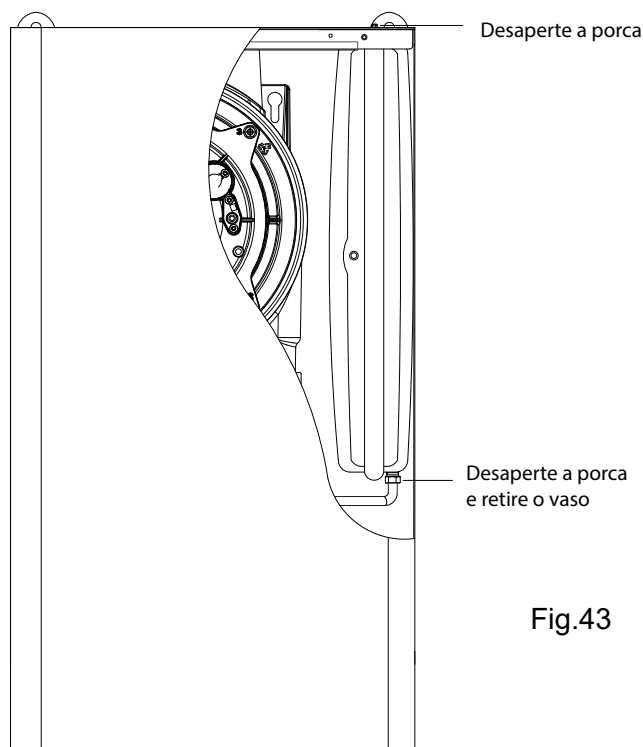

Fig.43
8.8 SUBSTITUIR O VASO DE EXPANSÃO (Fig.43)